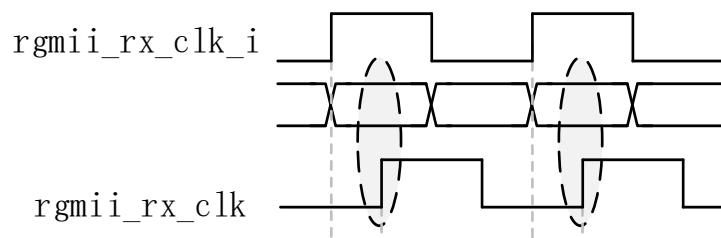

图 1-2 采集数据波形图
1、mmcm 模块：锁相环模块，将 rgmii 接口时钟信号 `rgmii_rx_clk_i` 偏移 90° 得到 `rgmii_rx_clk` 时钟信号，这样做是为了在时钟信号的上升沿/下降沿取数据时，取得数据刚好是数据信号 `rgmii_rxd` 的正中间，使得采样的数据处于最稳定的状态，如下图 1-2 所示。